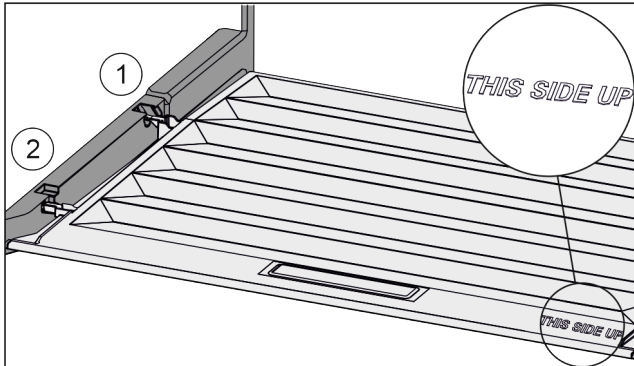

Fig. 153
- ▶ Вставить поперечные ребра крышки через отверстие заднего держателя Fig. 153 (1) и защелкнуть спереди в держателе Fig. 153 (2).